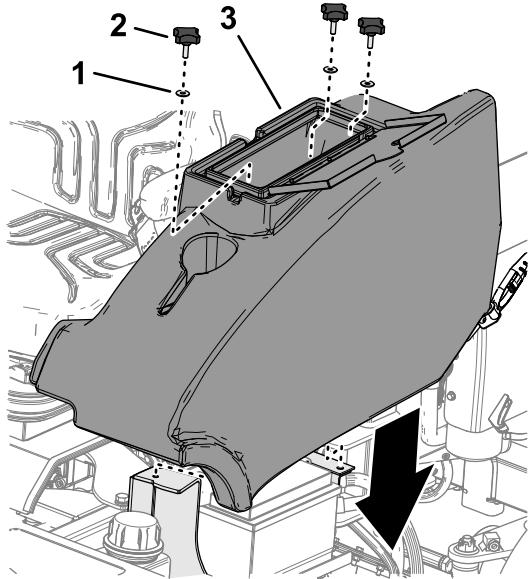

Figura 11
2. Monte el compartimento de almacenamiento en la máquina con los 3 pomos y las 3 arandelas (Figura 11).